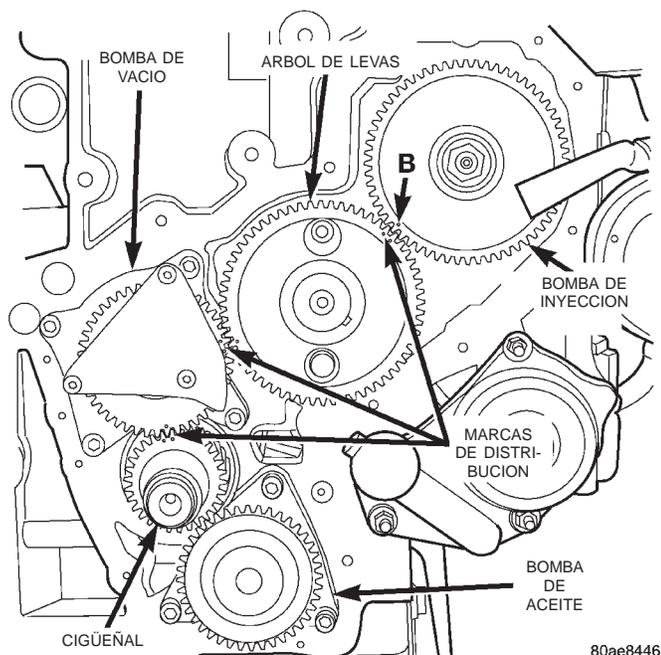

Fig. 14 Bomba de vacío de la parte delantera del motor
(17) Asegúrese de que las conexiones a masa estén bien apretadas y no estén corroídas. Para informarse sobre las localizaciones de las conexiones a masa, consulte el grupo 8, Cableado.
(18) Verifique que el elemento (filtro) del depurador de aire no esté obstruido.
(19) Asegúrese de que la manguera de salida del turboalimentador está conectada correctamente al tubo de entrada del enfriador (interenfriador) del aire de admisión. Verifique que la manguera de salida del enfriador de aire de admisión esté conectada correctamente al enfriador y múltiple de admisión. Para informarse, consulte el grupo 11, Sistema de escape y turboalimentador.
(20) Asegúrese de que las mangueras de vacío que se dirigen a la bomba de vacío estén conectadas y no haya fugas. La bomba de vacío está situada en la parte delantera del motor (interna) y se impulsa mediante el engranaje del cigüeñal (Fig. 14). Desconecte la manguera y verifique que existe vacío mínimo proveniente de la bomba. Para informarse sobre procedimientos y especificaciones, consulte el grupo 5, Sistema de frenos.